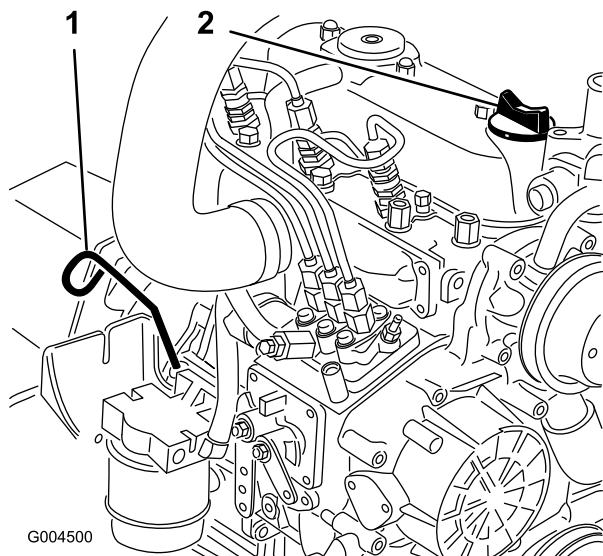

Рисунок 40
3. Выньте щуп для измерения уровня (Рисунок 40), вытрите его насухо и затем снова вставьте. Вытащите щуп и проверьте уровень масла.
4. Если уровень масла ниже метки Full («Полный»), снимите крышку заливной горловины (Рисунок 40) и добавляйте масло, пока его уровень не достигнет отметки Full («Полный») на щупе.